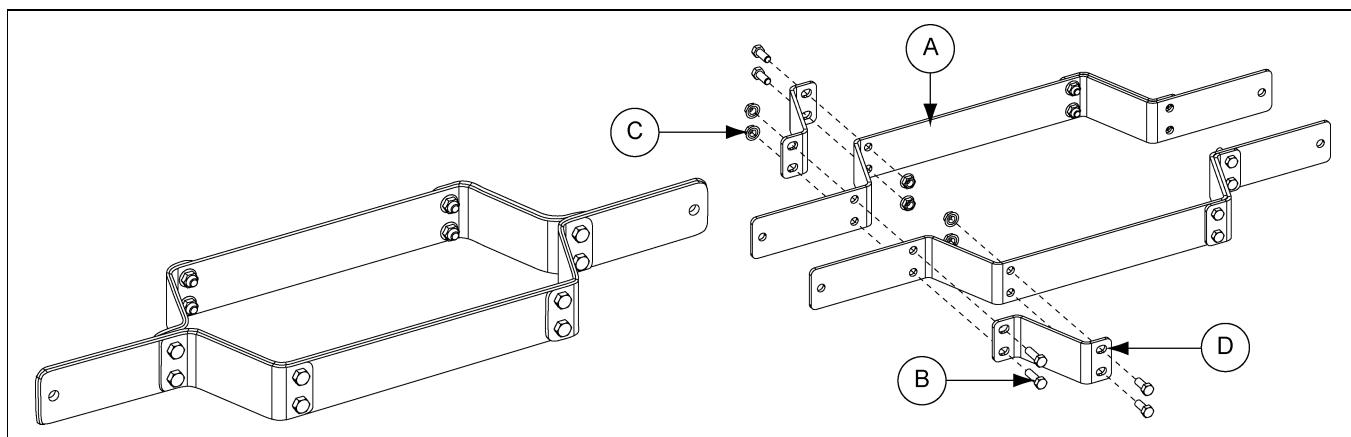

Рисунок 5M
Для бункеров № 300 и № 400 скрепите две (2) половинки кронштейнов подвески бункера с помощью четырех (4) опорных кронштейнов, двенадцати (12) болтов 5/16"-18 и гаек. (см. рисунок 5M.)